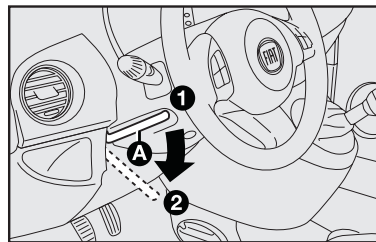

fig. 15
VOLANTE - fig. 15
- 1) deslizar la palanca **A** hacia abajo, a la posición **2**-fig. 15;